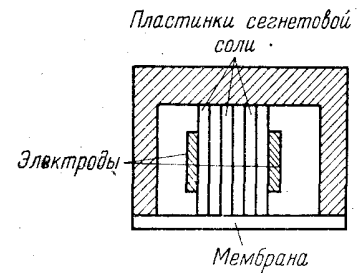

Рис. 6.4. Схема устройства пьезоэлектрического приемника звука.
3. Пьезоэлектрический приемник звука состоит из мембраны, на внутренней которой набирается столбик из тонких кристаллических пластинок. Между пластинками прокладываются электроды из тонкой металлической фольги (рис. 6.4). Какие из пластинок сегнетовой соли —  $45^\circ$  X-среза или  $45^\circ$  Y-среза — обладают большей чувствительностью в качестве приемников?